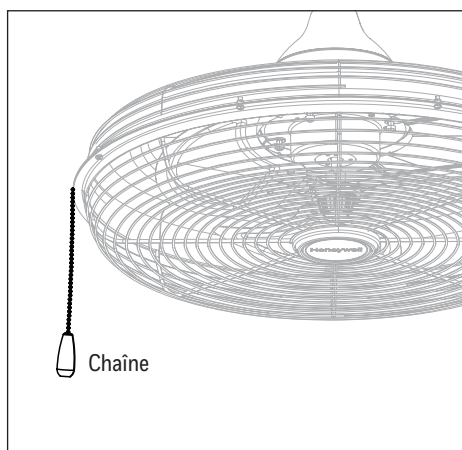

Figure 2.2
2. La chaîne du ventilateur offre quatre réglages de la vitesse du ventilateur. Tirez une fois pour une vitesse ÉLEVÉE, deux fois pour une vitesse MOYENNE, trois fois pour une vitesse FAIBLE et quatre fois pour ÉTEINDRE le ventilateur (Figure 2.2)